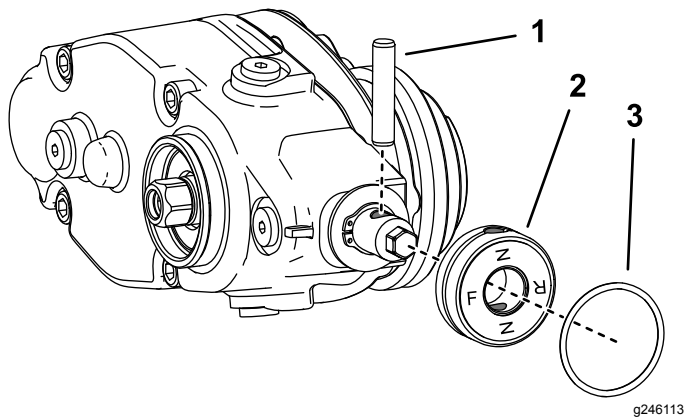

Рисунок 14
- Если вы устанавливаете механическую щетку с левой стороны машины, выполните следующие действия (Рисунок 14):